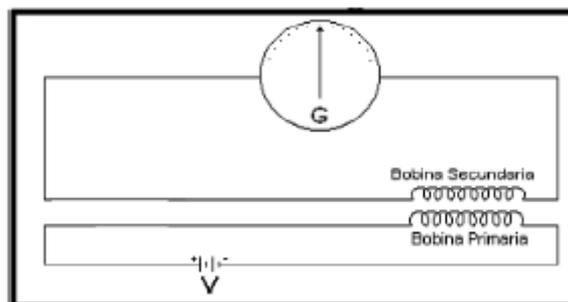

Figura 5: Montaje para generar una FEM inducida en la bobina secundaria.
4. Colocar la bobina primaria dentro de la secundaria y conectar aquella, a la fuente de corriente continua como se observa en la figura 5.